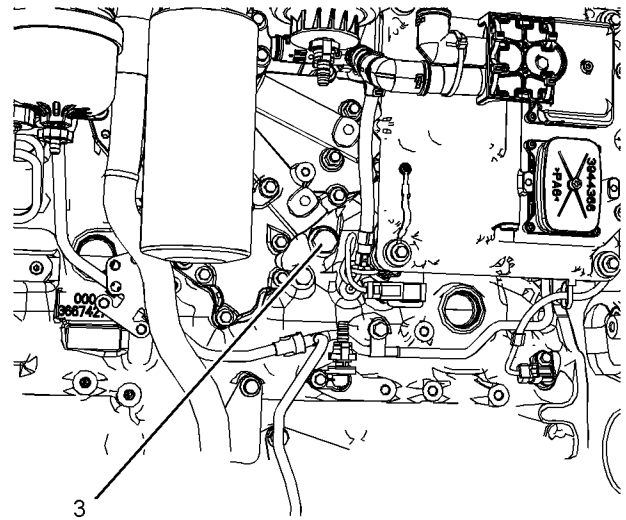

Abbildung 68
Das Zylinderkühlmittel kann aus dem Stopfen unter dem Ölkühler abgelassen werden. Siehe Abbildung 68. Wenn der alternative Ablasstopfen (3) ausgebaut wird, muss der O-Ring ersetzt werden. Den Ablasstopfen mit einem Anziehdrehmoment von 35 Nm (25 lb ft) festziehen.